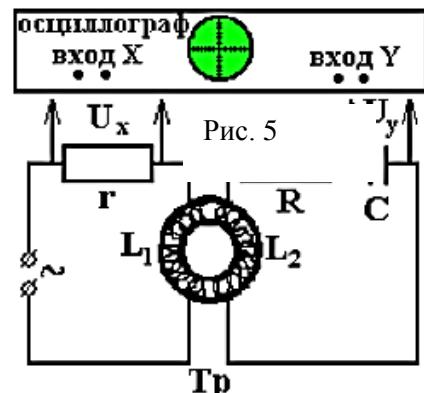

Рис. 9.7.1
1. Соберите цепь по схеме теоретического введения (рис.9.7.1).